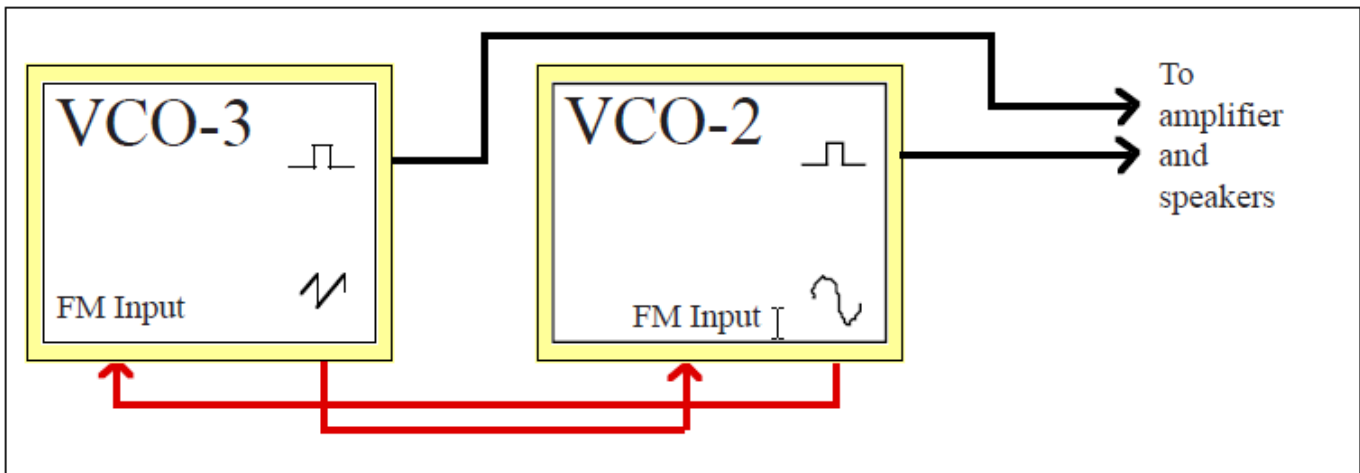

Figura 4-3: Modulación cruzada.
Para los fines de este libro, la **modulación cruzada** se definirá como un parche en el que los dos osciladores están en el rango de audio, se modulan la frecuencia entre sí y se pueden escuchar. En la **Figura 4-3**, VCO-2 está modulando a VCO-3, mientras tanto, VCO-3 está modulando a VCO-2. Observa que ambos osciladores están en el rango de audio y los dos están siendo escuchados.
La **Figura 4-3** muestra los dos VCO en amarillo claro, porque cada uno funciona como portador y como modulador simultáneamente. Sería incorrecto diagramarlos en azul o verde. Mientras que los resultados de la doble modulación son bastante predecibles, los resultados de la modulación cruzada son mucho menos. Es posible producir sonidos estrepitosos o metálicos, que no parecen sintonizados. [Escucha la pista de 13 del CD, donde se muestran varios ejemplos de modulación cruzada creada con dos VCO].
2. Repite #1, creando el parche de modulación cruzada mostrado en la Figura 4-3. [*Pista 13 del CD*].